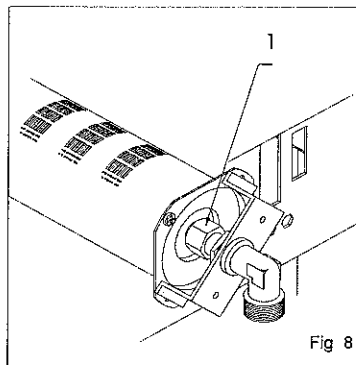

Fig 8
- * Aceder ao queimador e com oportuna chave despertar o bico 1 para substituir (Fig 8).